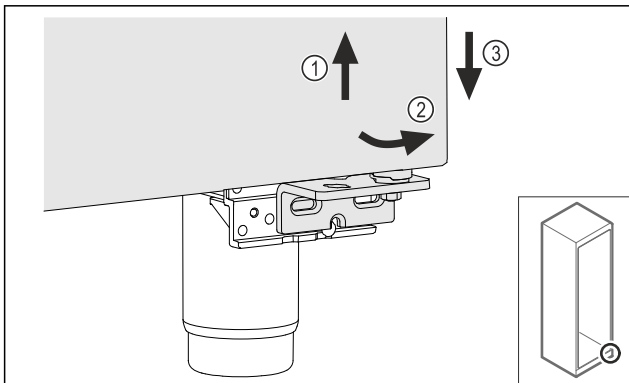

Fig. 23
- ▶ Трохи підніміть двері Fig. 23 (1), нахиліть їх знизу вперед Fig. 23 (2) та опустіть Fig. 23 (3).